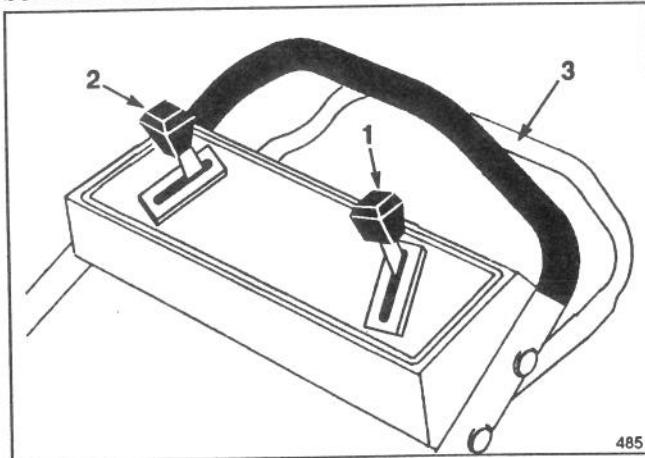
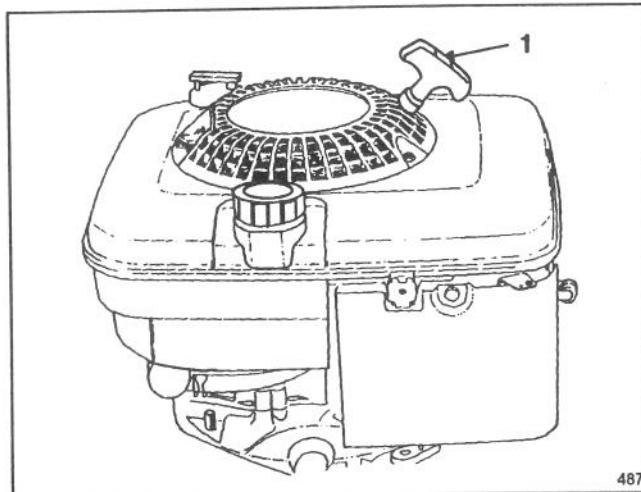

Abb. 8
Abb. 9
1. STEUERVORRICHTUNG – Gashebel, Geschwindigkeitskontrolle und Antriebshebel befinden sich am oberen Griff (Abb. 8). Der Seilstarter befindet sich am Motoroberteil (Abb. 9).
4. GESCHWINDIGKEIT (Abb. 8) – Die Geschwindigkeit variiert entsprechend der Entfernung zwischen Antriebshebel und Schiebestange. Geschwindigkeitskontrolle auf gewünschte Stellung bringen. Stellung "1" ist langsam, "2" ist mittel, und "3" ist Laufgeschwindigkeit. Geschwindigkeitskontrolle auf "N" stellen, wenn man den Mäher zum Nachschneiden benutzt oder stehenläßt.
5. FAHRBETRIEB (Abb. 8) – Den Abtriebshebel auf die FAHRT/KUPPLUNG Stellung einstellen. Geschwindigkeitskontrolle in gewünschte Stellung bringen und Antriebshebel gegen Schiebestange drücken um loszufahren.